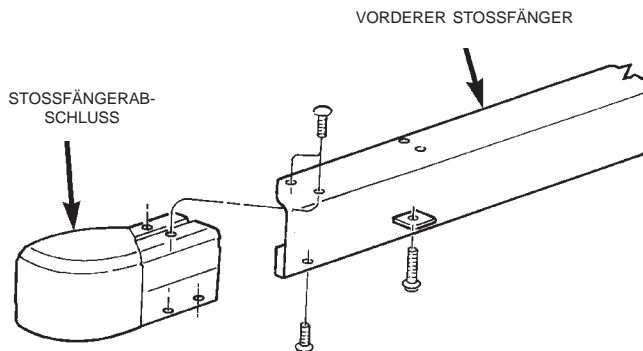

Abb. 2 Stoßfängerabschluß
- (1) Die Befestigungsschrauben lösen, mit denen der Stoßfängerabschluß am Stoßfänger befestigt ist (Abb. 2).
- (2) Den Stoßfängerabschluß vom Stoßfänger abbauen.